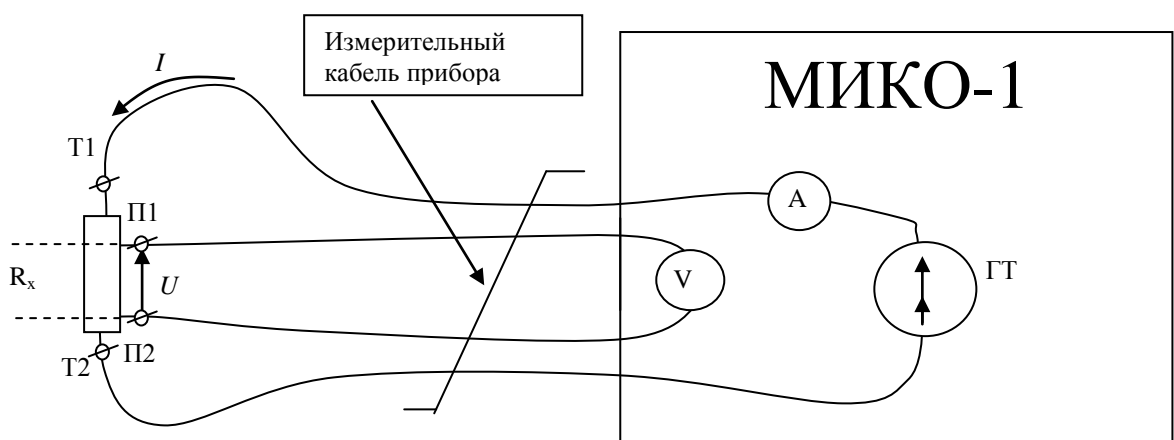

Рисунок 1. Схема измерения сопротивления
Прибор измеряет сопротивление по четырехзжимной схеме (см. Рис.1). В этой схеме ток (I), создаваемый генератором измерительного тока (ГТ), протекая через токовые зажимы измерительного кабеля прибора (Т1,Т2) и измеряемое сопротивление (R_x), вызывает на нем падение напряжения (U), которое подается на вольтметр (V) через потенциальные зажимы кабеля (П1, П2). Сопротивление R_x вычисляется при помощи микро-ЭВМ прибора путем деления измеренного падения напряжения на силу тока, измеренную при помощи амперметра (А). Данная схема (из-за большого входного сопротивления вольтметра прибора и исключения из измерений сопротивления токовых цепей) обеспечивает наиболее точные измерения.